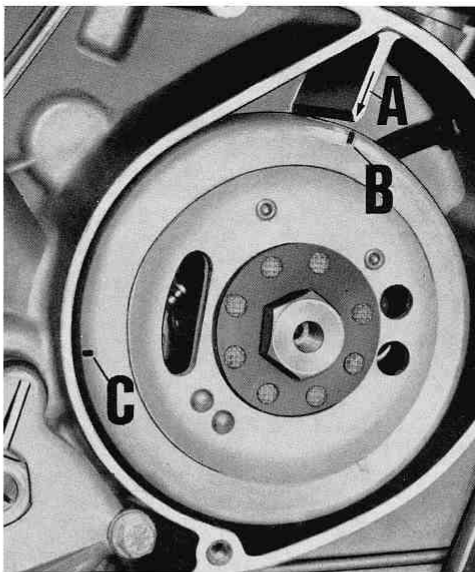
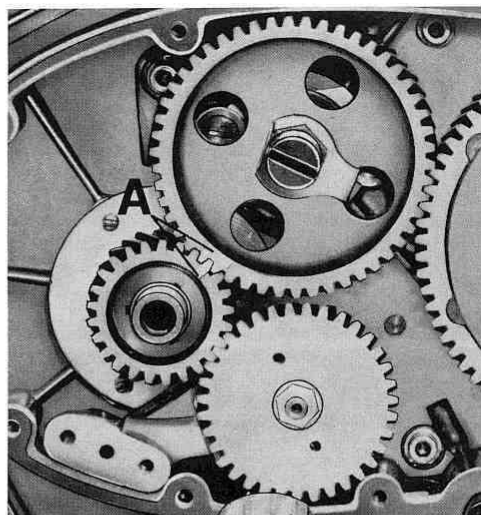

Fig. 54
Fig. 55
- ruotare il volano magnete quel tanto da portare la freccia (A) stampigliata sulla periferia del volano in corrispondenza della freccia (B) stampigliata sul basamento motore (vedere fig. 54).
A questo punto (accertandosi che l'ingranaggio della distribuzione non ruoti in nessun senso), montare il pignone inserendo in una delle tre cave la chiavella montata sull'albero motore e segnare provvisoriamente i tre denti incastrati (vedere fig. 55) indi controllare la fase distribuzione; se con i segni sul volano "C e A" di fig. 54 in corrispondenza, i due denti dell'ingranaggio della distribuzione non fossero incastrati perfettamente sul dente del pignone motore (vedere fig. 55) occorrerà levare il pignone motore ed agire sulle altre due cave del pignone fino ad ottenere la perfetta fasatura, indi segnare i due denti dell'ingranaggio della distribuzione e il dente del pignone motore.